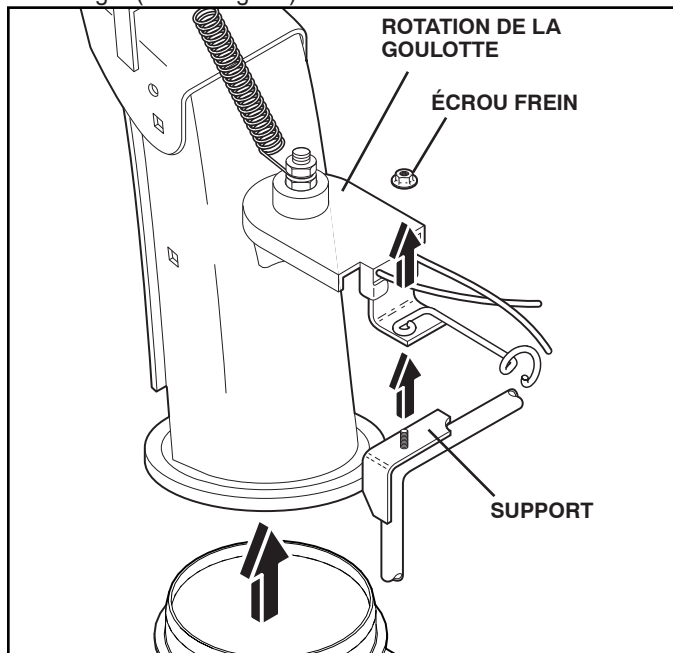

FIG. 20
2. ENLEVER LA GOULOTTE D'ÉVACUATION – Desserrer le contre-écrou qui retient la tête de rotation de la goulotte au support de montage. Desserrer-la juste assez pour permettre à la tête de rotation de la goulotte d'être surélevée et que la goulotte d'évacuation puisse être enlevée de sur la souffleuse à neige. (Voir la Fig. 20)